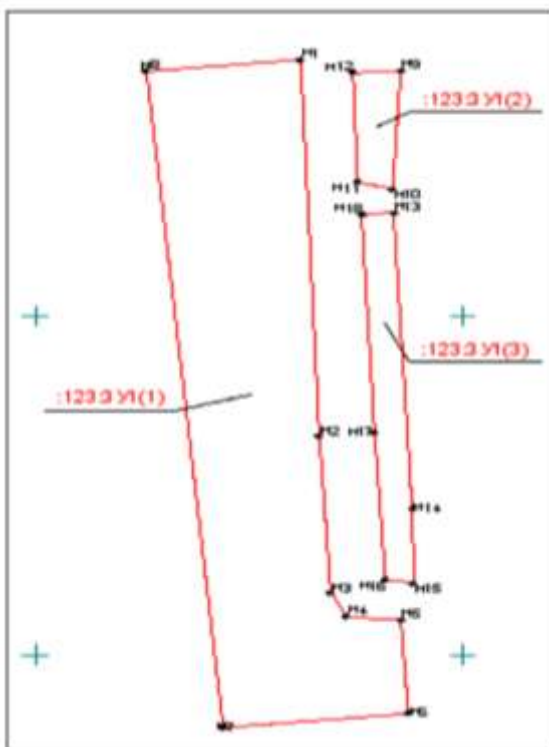

Рисунок 19– Окно с многоконтурным объектом ЗУ
8. При необходимости отредактируйте местоположение подписей объектов (кадастровые номера, номера точек поворота границы) с помощью команды **Межевой план/ Подпись/ Редактировать** (рис. 19).